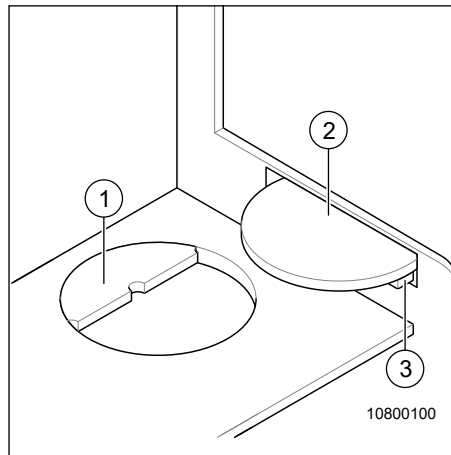

Fig. 77 Recouvrement de l'évier
- Ranger les recouvrements (Fig. 77, Pos. 1 et Pos. 2) dans un tiroir sous le réchaud à gaz.
- Pousser le recouvrement (Fig. 77, Pos. 2) avec l'arête droite, en l'inclinant légèrement par le haut dans le support (Fig. 77, Pos. 3) et l'enfoncer complètement.